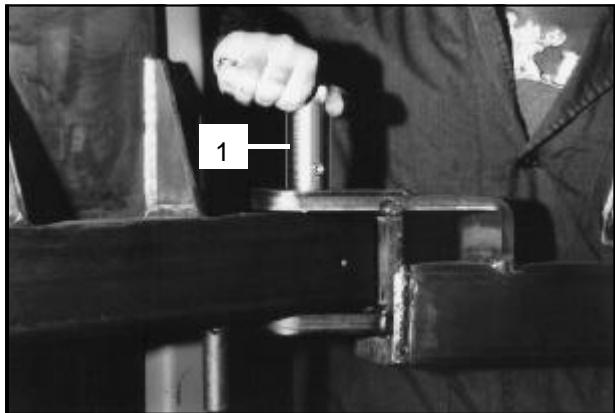

Fig.51
3 - Montare i bracci sul supporto tubolare (2) nella parte inferiore del carrello ed inserire le spine dentate (1) nel supporto attraverso gli attacchi sul braccio (vedere Fig.51).
Adoperare ulteriormente il correttore che i 2 fori cioè chi D=10,5 sulla spina (con funzione di sede per l'estremità della grano M14) sia in corrispondenza dei fori M14 sul supporto del carrello (Fig.51).
3 - Mount the arms into the carriage supports and insert the dowel pins into the support holes as shown in fig.51.
After completing the operation, the attachment holes in the side of the pins (the place to put the headless screw M14) must line up with M14 holes in the carriage support (fig.51).